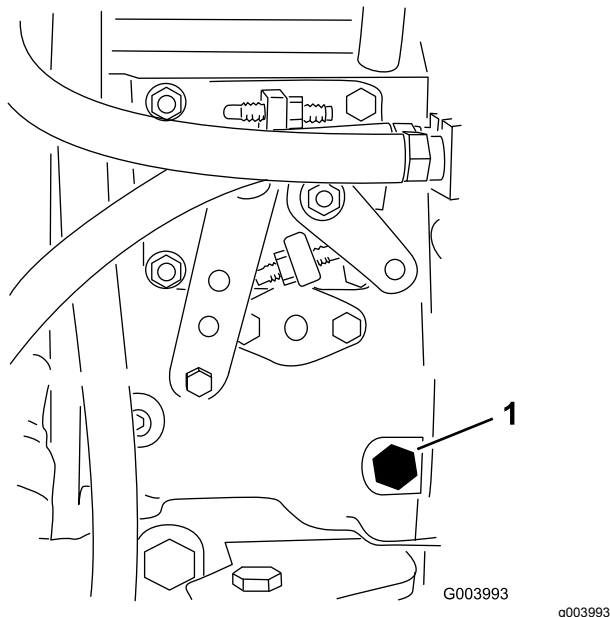

Figura 23
3. Abra el tornillo de purga de aire de la bomba de inyección de combustible (Figura 23) con una llave de 12 mm.